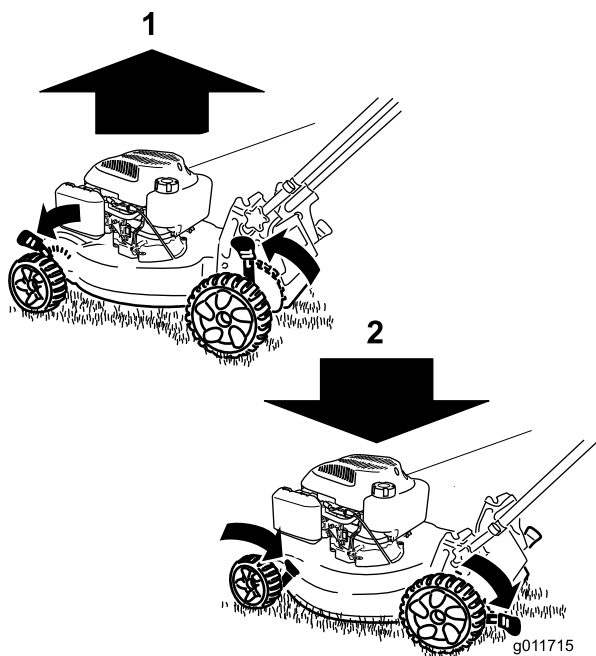

Figure 9
**Remarque:** Pour élever le tablier de coupe, déplacez tous les leviers de hauteur de coupe en avant ; ramenez les leviers en arrière pour abaisser le tablier arrière (Figure 9).